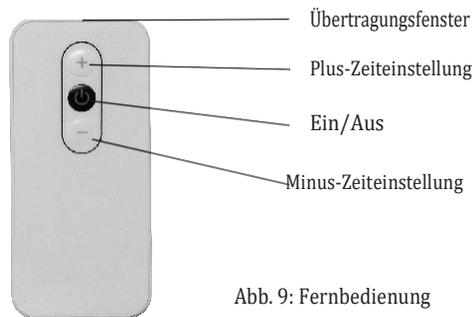

Abb. 9: Fernbedienung
- ▶ Verwenden Sie zur Bedienung des Geräts eine Infrarot-Fernbedienung. (Abb. 9)